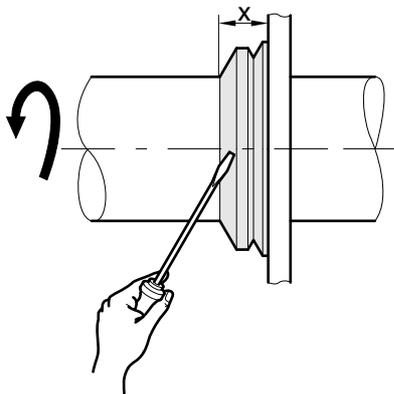

Рис. 12: V-образное кольцо
- Перед вложением фетровых колец (2) в крышку подшипника пропитать их нагретым до 80° С высоковязким маслом. Вал должен легко скользить в фетровом кольце и хорошо охватываться им по диаметру.
- При помощи отвёртки при одновременном вращении вала надеть уплотняющие кольца(3) и V-образные кольца (1) (→рис.12).